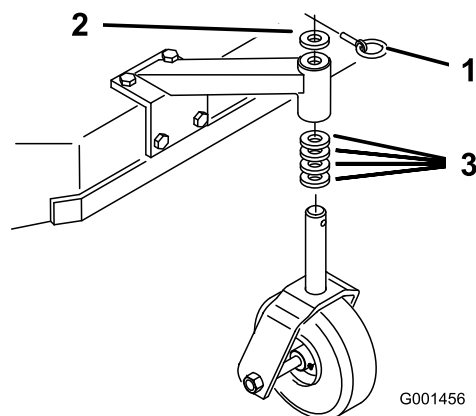

Figure 19
1. En vous reportant au Tableau de hauteur de coupe, ajustez les entretoises des roues pivotantes en fonction du trou de réglage de l'essieu sélectionné (Figure 19).
2. Retirez la goupille de verrouillage, sortez la roue pivotante de son support et changez les entretoises (Figure 19).
3. Mettez la roue pivotante en place dans le support et insérez la goupille de verrouillage (Figure 19).